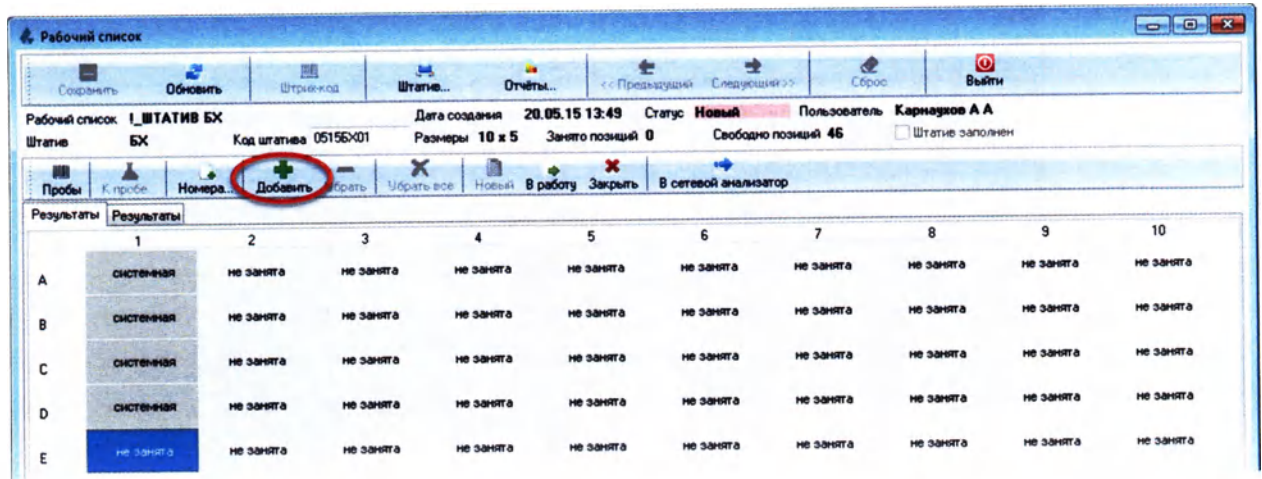

Рисунок 6.18
1. Нажмите кнопку «Добавить» (**Ctrl+Ins**) (Рисунок 6.18):